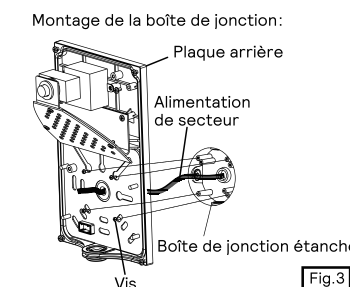

Fig.3
3. **Montage de la boîte de jonction :** insérer les fils d'alimentation de secteur dans la plaque arrière et installer la plaque arrière sur la boîte de jonction étanche (Fig. 3)